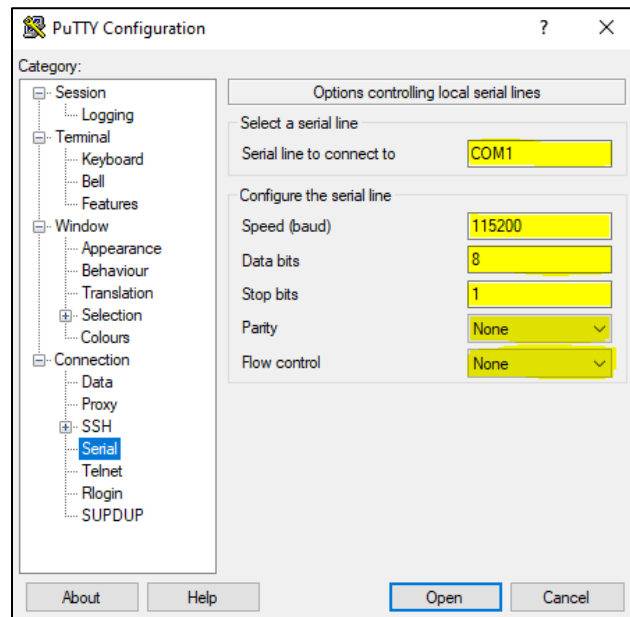

Abbildung 8: Serielle Parameter
7. Stellen Sie alles, wie in „Abb. 8 Serielle Parameter“ gelb markiert, ein.